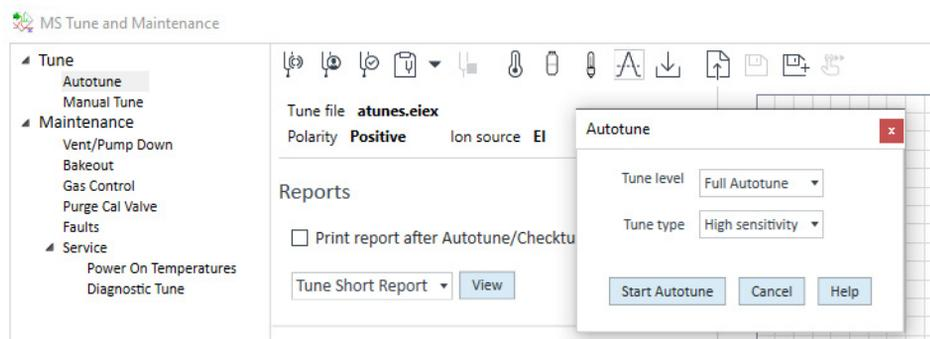

Figura 34. Configuración para la sintonización automática.
- 6 Si utiliza un nuevo archivo de sintonización, haga clic en el icono **Full Autotune** (Sintonización automática completa). Si ya se ha ejecutado una sintonización automática completa en un archivo de sintonización, puede hacer clic en el icono **Autotune Options** (Opciones de sintonización automática) y seleccionar un **Tune level** (Nivel de sintonización) para ejecutar **Detector Gain** (Ganancia del detector) solamente, **Mass Axis and Detector gain** (Eje de masa y ganancia del detector) solamente o una **Full Autotune** (Sintonización automática completa). También puede seleccionar el **Tune type** (Tipo de sintonización) **Standard** (Estándar) o **High sensitivity** (Alta sensibilidad). (Consulte la **Figura 34** en la página 133).